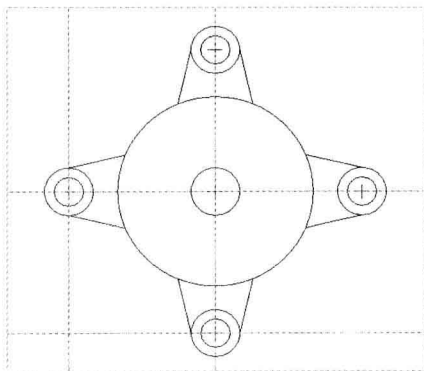

图 13-16 隐藏约束
Step 05 在“功能区”选项板中切换至“视图”选项卡，在“显示”面板中单击“显示约束”按钮，隐藏约束，如图 13-16 所示，在“功能区”选项板中切换至“草绘”选项卡。